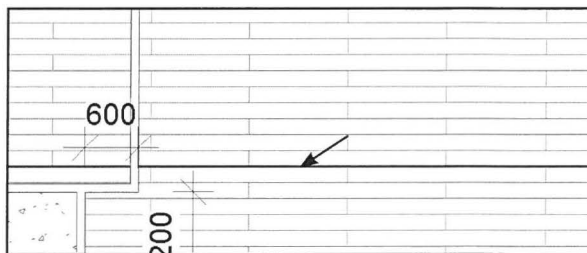

Fig. 07.23. Marker en linie i gulvet, ikke hele gulvbelægningen.
- Hold musen stille hen over en af linierne i gulvet (Fig. 07.23).
- Tryk på Tab på tastaturet indtil linien er markeret (Fig. 07.23).